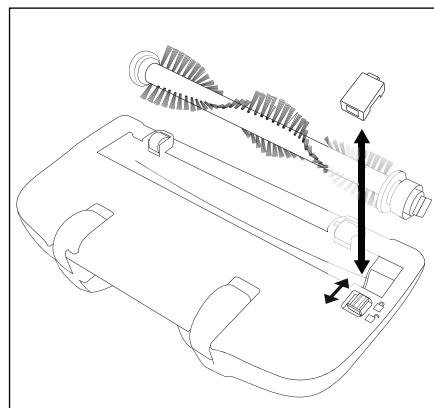

Bild 5
- 2) Flytta skyddsplattans låsning mot symbolen och ta av skyddsplattan (bild 5).
- 7) Sätt tillbaka skyddsplattan igen så att den snäpper fast. Skyddsplattan låser fast när låsningen automatiskt flyttas mot symbolen (bild 5).